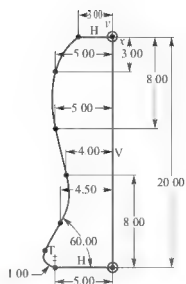

图 2.65 练习题(3)图
- (3) 按尺寸要求绘制如图 2.65 所示的二维草绘图形。